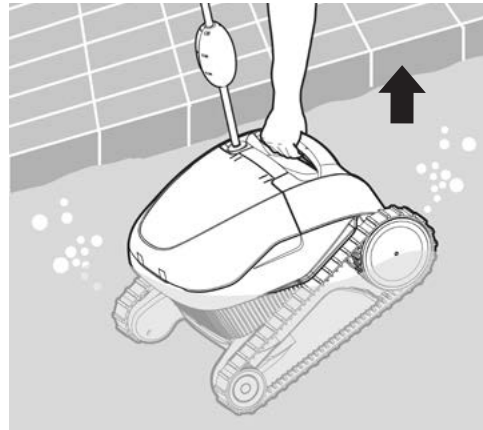

Figura 7
3. Extraiga el limpiafondos del agua sujetándolo por el asa. Consulte **Figura 7**.